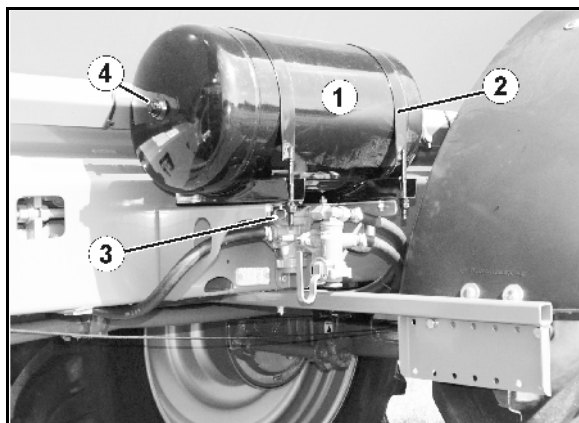

Рис. 94
2. Выверните водоспускной клапан (Рис. 94/3) из ресивера, проверьте ресивер на загрязнения и при необходимости очистите его.